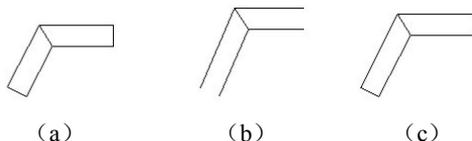

图 3-31 封闭和不封闭起（端）点的多线
- 直线：利用“起点”和“端点”开关确定“多线”在起始端或终止端是否封闭。选择该选项表示封闭，如图 3-31 (a) 所示；否则不封闭，如图 3-31 (b) 所示。如果一端选择，另一端未选择，则一端封闭，另一端不封闭。图 3-31 (c) 显示的是起始端封闭，终止端不封闭的多线。